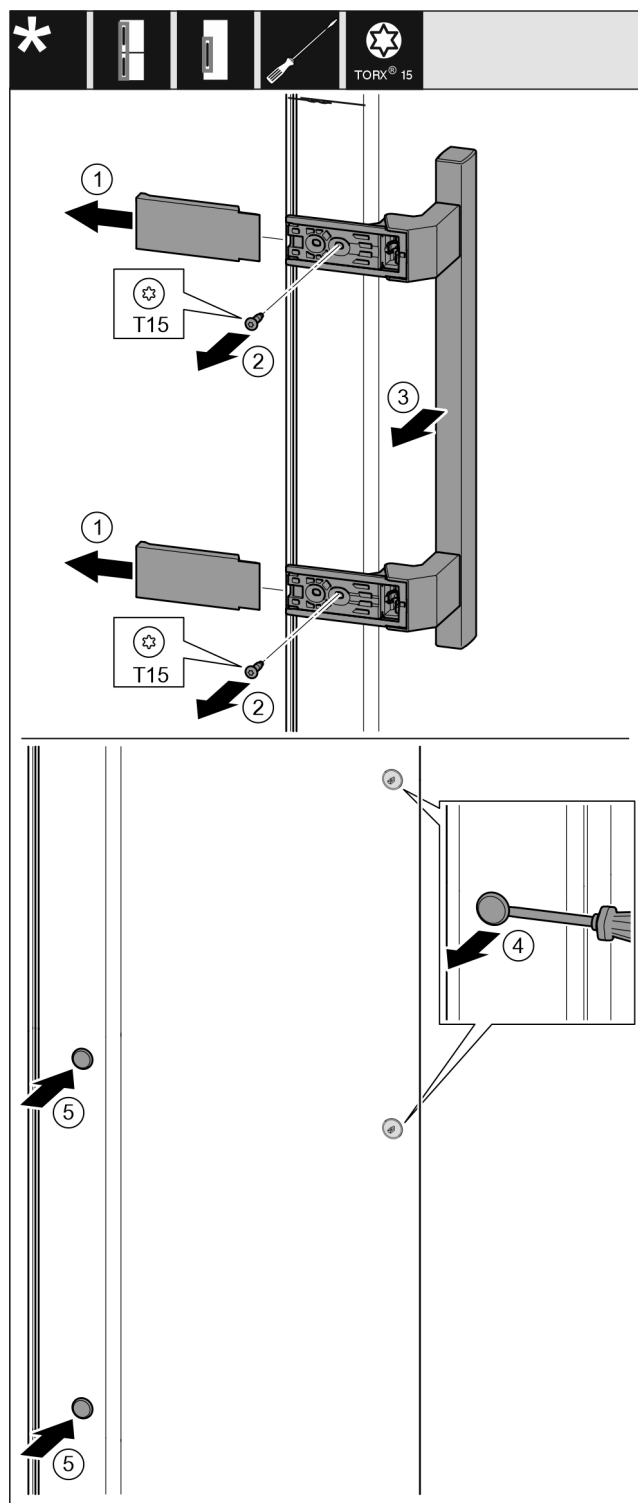

Fig. 19
- Zdjąć osłonę. Fig. 19 (1)
- Wykręcić śruby śrubokrętem Torx 15. Fig. 19 (2)
- Zdjąć uchwyt. Fig. 19 (3)
- Podważyć ostrożnie boczną zatyczkę śrubokrętem i wyjąć. Fig. 19 (4)
- Założyć ponownie zatyczkę z drugiej strony. Fig. 19 (5)